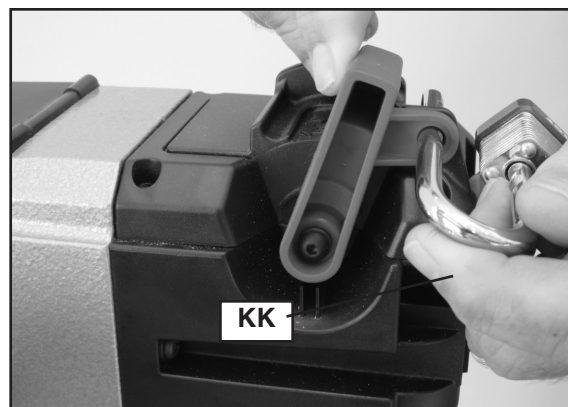

Fig. 23
IMPORTANTE: Cuando no utilice la máquina, el interruptor debe bloquearse en la posición de apagado ("OFF") con un candado (KK) Fig. 23 con argolla de 6,4 mm (1/4 pulg.) de diámetro, para evitar el uso no autorizado de la unidad.